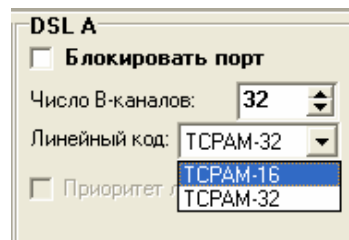

Рис. 9.
2. Скорости передачи и линейный код по DSL-линиям. При аппаратном управлении положение переключателя **MODE** задает скорость передачи и линейный код (см. таб. 6). При программном управлении скорость передачи и линейный код задается в окне конфигурации в поле DSL (см. рис. 9).